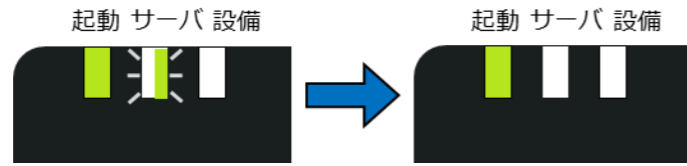

図10. ELセンサ起動時の表示状態
- (1) モバイルパックREのサーキットプロテクタをONにする。
- (2) ELセンサのランプ状態が図10の通りであることを確認する。